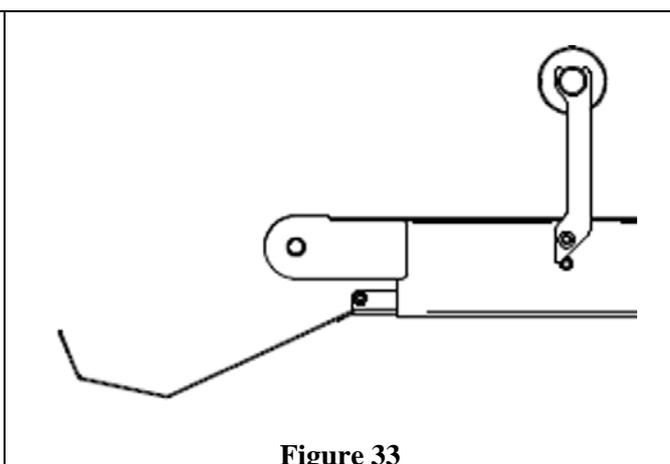

Figure 33
7. Le plateau est maintenant assemblé (Figure 33).